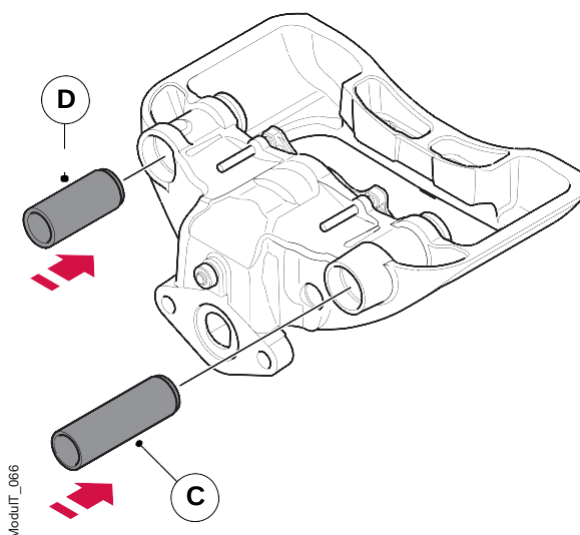

Figura 63. Insira os pinos guia.
7. Com a mão, insira o pino deslizante dianteiro (C) nos rolamentos e o pino deslizante traseiro (D) na bucha composta, consulte a figura 63.